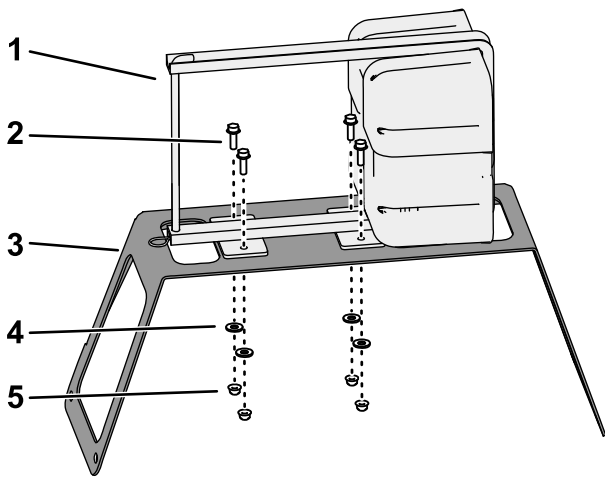

图 3
1. 如图3所示将泡沫标记水箱和压缩机与安装支架对齐。
2. 用 4 个螺栓 5/16 x 1 英寸、4 个垫圈 3/8 英寸和 4 个凸缘锁紧螺母 5/16 英寸将压缩机固定到支架上 图 3。